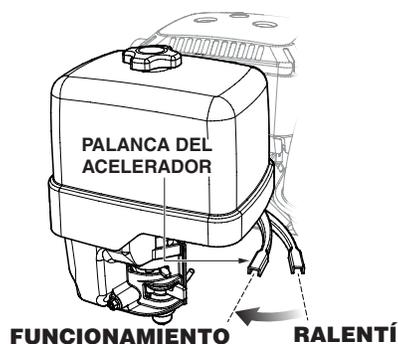

Figura 16. Palanca del acelerador (funcionamiento)
9. Para empezar a bombear, coloque la palanca del acelerador (consulte la Figura 16) en posición de **funcionamiento**. Si no fluye agua por el puerto de descarga, apague el motor, revise si hay obstrucciones dentro de la manguera de succión y elimínelas.
3. Coloque la palanca de corte de combustible (consulte la Figura 16) en posición de **apagado**.